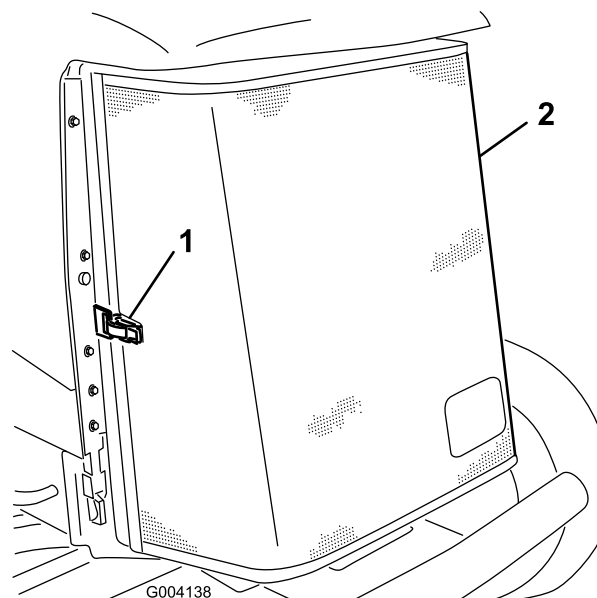

Figura 63
3. Desenganche y abra la rejilla trasera (Figura 63).